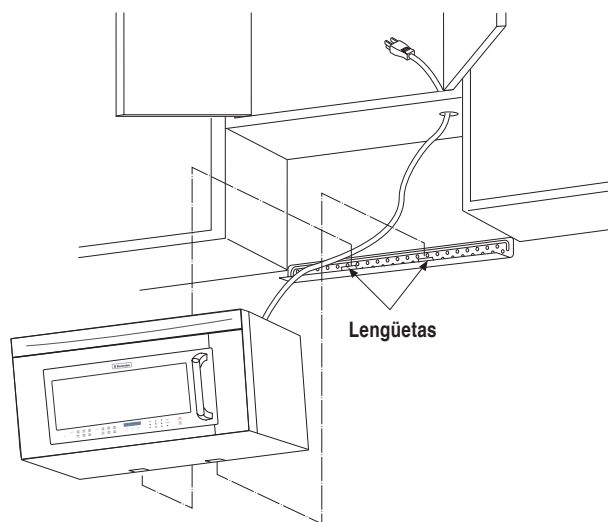

Figura 18
- Instale el horno inclinándolo hacia delante y deslizándolo sobre las lengüetas de la placa de montaje. Gire el horno arriba tan descansa contra la pared. Vea la Figura 18 de la página 7.